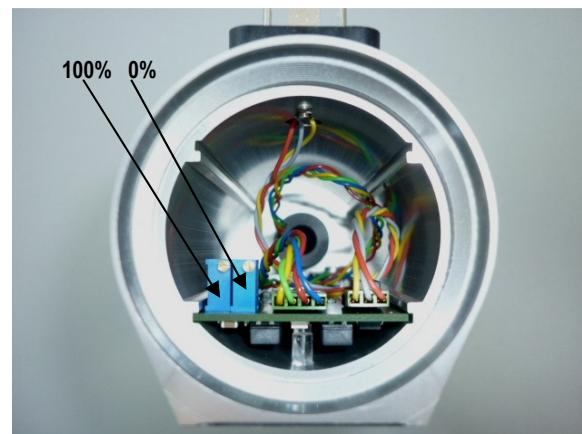

Bild 4, Figure 4, figure 4
Ist eine Anpassung unumgänglich so ist das mit Hilfe der beiden Trimmer 0% (4mA) und 100% (20mA) möglich. (siehe Bild 4)
If an adaptation cannot be avoided, it can be done by using both trimmers 0% (4mA) and 100% (20mA) (see fig. 4):
2. Set the measuring signal to 4mA using the trimmer 0% (see fig. 4).
4. Set the measuring signal to 20mA using the trimmer 100% (see fig. 4).
Si un ajustement ne peut être évité, il est possible de le faire en utilisant les deux potentiomètres de correction 0% (4mA) et 100% (20mA) (voir figure 4) :
4. Ajuster le signal de mesure à 20mA en utilisant le potentiomètre de correction 100% (voir figure 4).